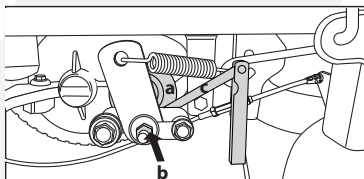

Fig. 33
2. Mientras que balancea el rotor del freno (a) hacia adelante y hacia atrás lentamente apriete tuerca (b) hasta que no es posible mover el rotor del freno.(Fig.33)
6. Inserte un medidor de sensación de 0,5 mm (C), desde el lado, en el espacio entre el rotor de freno (a) y la pastilla de freno.